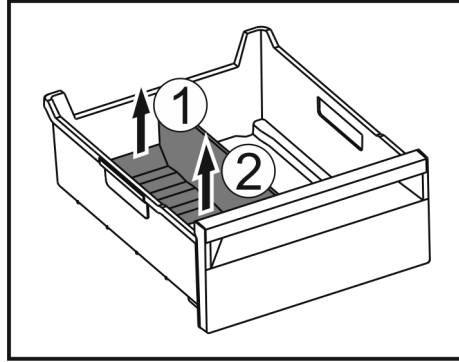

Fig. 195
- Buz bölmesi ayırıcının arka kısmını yukarı kaldırın. Fig. 195 (1)
- Buz bölmesi ayırıcıyı yukarı doğru çıkartın. Fig. 195 (2)